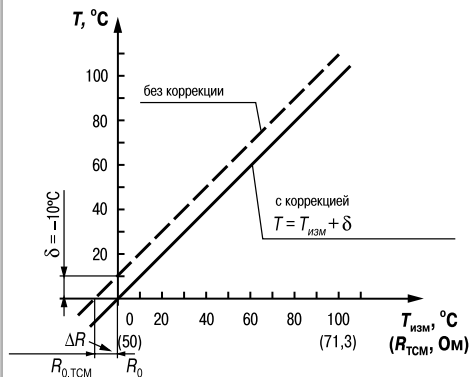

Рис. 5
3.2.5.2. Для компенсации погрешностей $\Delta R = R_0 - R_{0,TCM}$, вносимых сопротивлением подводящих проводов R_{TCM} , при использовании двухпроводной схемы подключения термопреобразователей сопротивления, к каждому измеренному значению параметра $T_{изм}$ прибавляется заданное пользователем значение δ («сдвиг характеристики датчика»). На рис. 5 приведен пример сдвига характеристики для датчика TCM(Cu50).